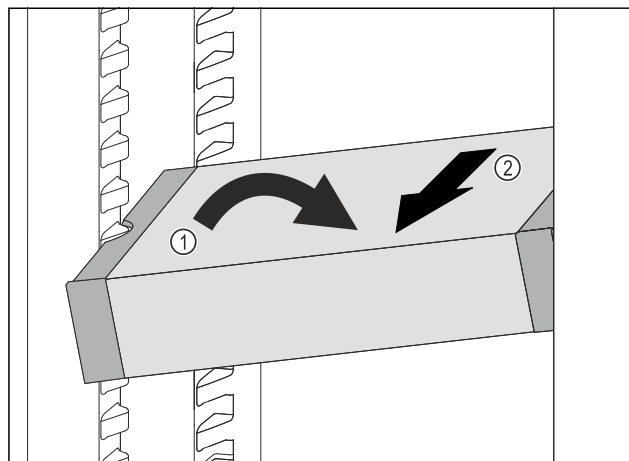

Fig. 137
- VarioSafe in het koelgedeelte schuin zetten. Fig. 137 (1)
- VarioSafe naar voren toe verwijderen. Fig. 137 (2)